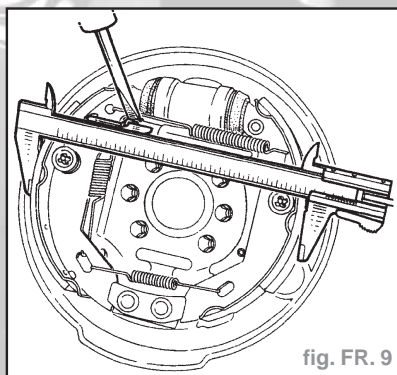

fig. FR. 9
- A l'aide d'un tournevis ajuster le réglage diamétral des segments par le secteur cranté de la biellette (B) afin d'obtenir un diamètre de **228 mm** (fig. FR. 9).